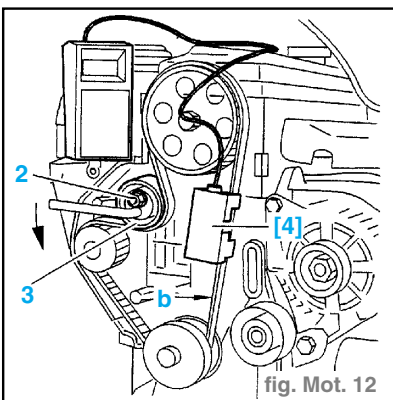

fig. Mot. 12
- Serrer l'écrou (2). (fig. Mot. 12)